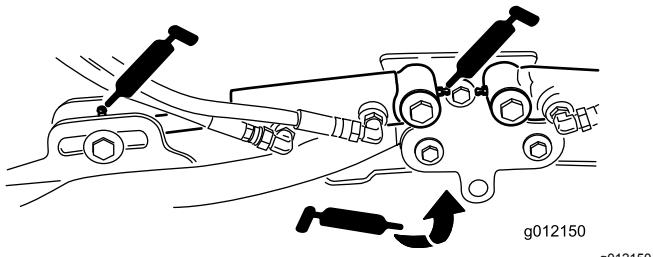

Figura 62
- Cilindri del braccio di sollevamento degli elementi di taglio (2 cad.) (Figura 62)
- Perni dei bracci di sollevamento (1 cad.) (Figura 62)